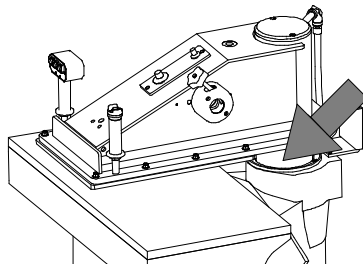

Fig. 20
c) limpiar con un paño (que no deje filamentos de tejido) la abrazadera de estanqueidad lubricación tubo (para S/SE108: cód. 01002005; para S/SE120C: cód. 01010413; para S/SE120/122/124C/124/125C/125/125L: cód. 01001367, tabla 1) de residuos y polvo de material cortado una vez al mes (Fig. 20);